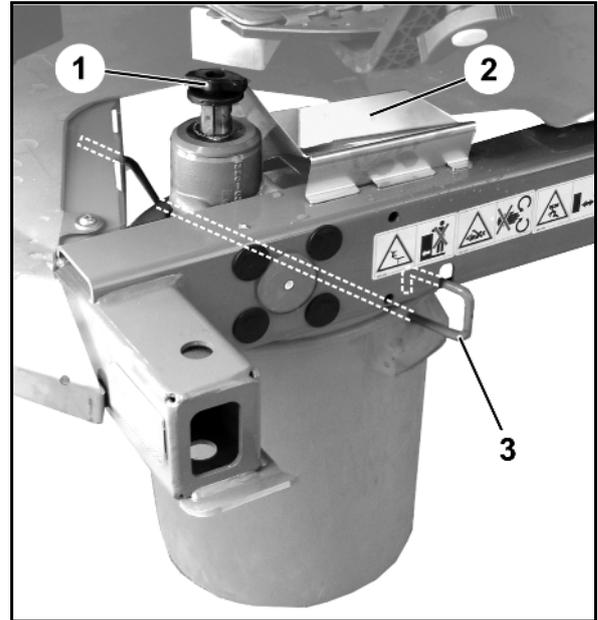

図 54
- 2.1 散布ディスク固定用の蝶ねじ (図 54/1) を回して外し、ギアシャフトから散布ディスクを引き抜きます。
3. 肥料用傾斜台 (図 54/2) をフレームに掛けます。
4. 収容容器はハンガー (図 54/3) によって、図にあるとおりにフレームに掛けます。